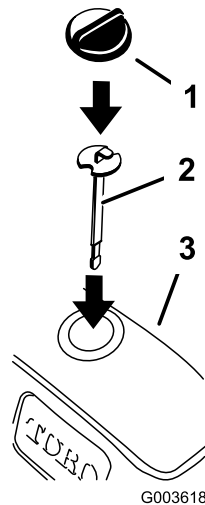

Figure 7
2. Insérez la jauge dans le réservoir puis ressortez-la pour vérifier le niveau d'huile hydraulique (Figure 7).